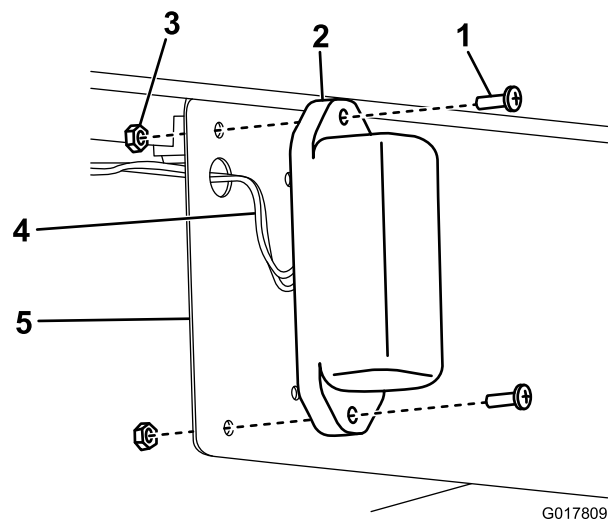

Figura 7
4. Insira os fios através dos furos grandes no suporte da placa de matrícula e ligue as duas luzes da matrícula (Figura 7).
5. Instale as luzes da matrícula ao suporte da matrícula utilizando os quatro parafusos de cabeça Phillips (n.º 10 x 5/8 pol.) e quatro porcas de bloqueio (n.º 10) como se mostra na Figura 7.